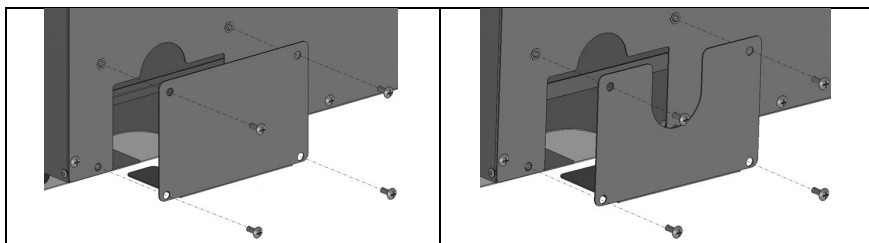

Abb. 8: Demontage Verschlussplatte Abluftrohr (6-23 links / 6-11 rechts)
6. Entfernen der Verschlussplatte des Abluftrohrs durch Lösen der Verschlusschrauben (Abb. 8).